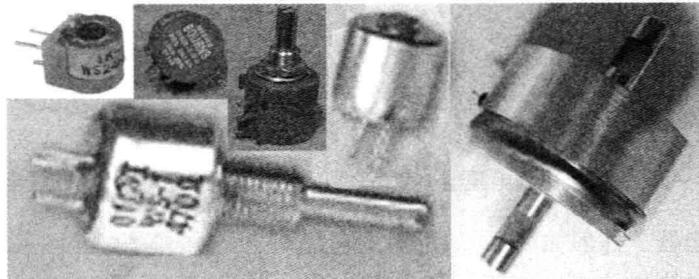

图 1-10 实心电位器
**2. 实心电位器** 实物如图 1-10 所示，它包括有机实心电位器、无机实心电位器和导电塑料电位器。其中，有机实心电位器使用最为广泛。